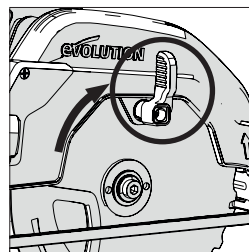

Fig. 5
- Ruotare il coprilama inferiore sul coprilama superiore usando la leva a chiusura manuale. **(Fig. 5)**